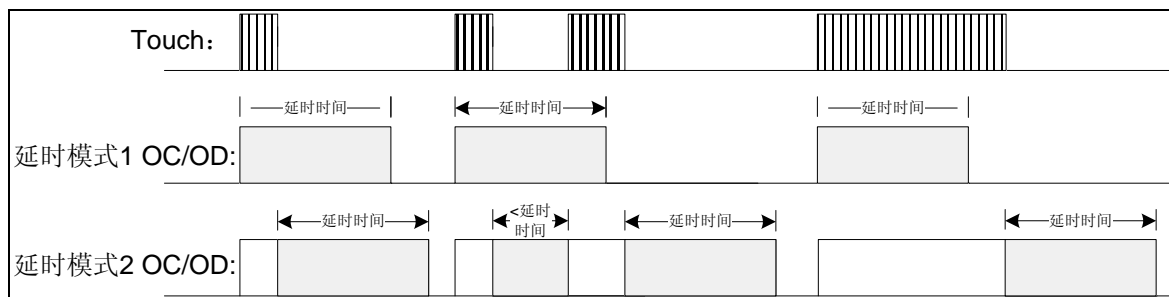

图 2 延时模式
**延时模式1**：从触摸有效时刻开始计时，输出有效保持至设定时间。如延时时间之内再次触摸则不响应，只有延时时间之后再次触摸才响应(图2)。
**延时模式2**：从触摸释放时刻开始计时，输出有效保持至设定时间。如延时时间之内再次发生触摸，则延时时间从最后释放时刻开始重新计时(图2)。